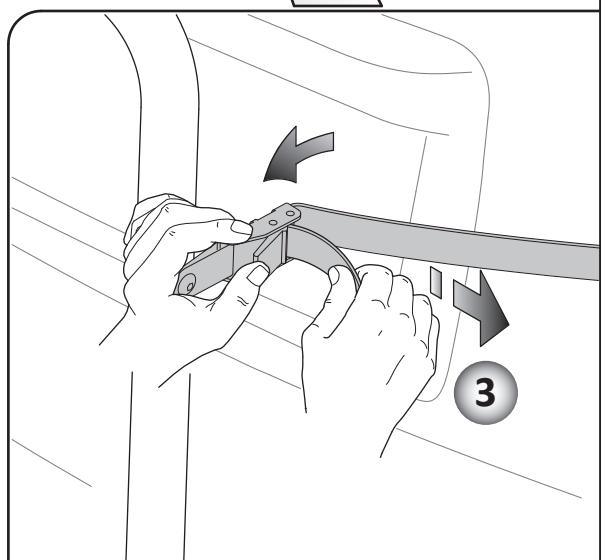

Fig. H3
**IMPORTANT:** For safe transportation of the load the bike carrier is supplied trap for tying es to the fixing arch . Check that the belt is mounted correctly by pulling on it (**4 Fig. H3**).
**WICHTIG:** Für den sicheren Transport der Last ist der Fahrradträger mit einem Riemen ausgestattet, mit dem alle Fahrräder am Befestigungsbügel festgezurrt werden müssen. Vergewissern Sie sich durch ausreichendes Spannen des Riemens, dass dieser korrekt montiert ist (**4 Abb. H3**).
**IMPORTANTE:** Para transportar la carga en forma segura, el portabicicletas está dotado de una correa que debe sujetar todas las bicicletas al arco de fijación. Tense suavemente la correa para verificar que la misma haya sido montada correctamente (**4 Fig. H3**).
**WAŻNE:** W celu zapewnienia bezpiecznego transportu ładunku bagażnika rowerowy został wyposażony w taśmę, której należy przywiązać wszystkie rowery do poręczy mocujących. Upewnić się, odpowiednio naprężając taśmę, aby została ona prawidłowo zamontowana (**4 Rys. H3**).